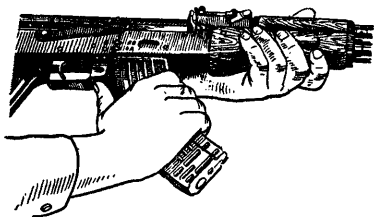

Рис. 3. Отделение магазина
1) **Отделить магазин.** Удерживая автомат левой рукой за шейку приклада или цевье, правой рукой обхватить магазин (рис. 3), нажимая большим пальцем на защелку, подать нижнюю часть магазина вперед и отделить его. После этого проверить, нет ли патрона в патроннике, для чего опустить переводчик вниз, отвести рукоятку затворной рамы назад, осмотреть пат-